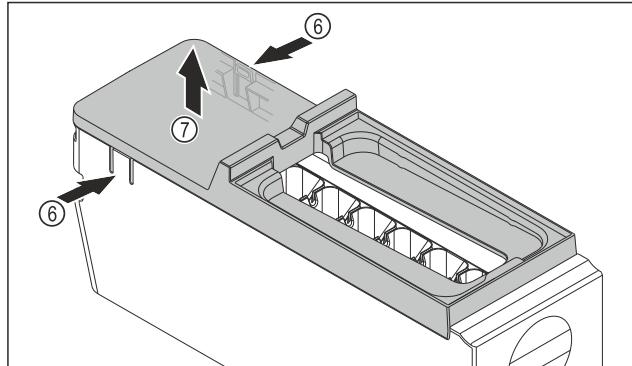

Fig. 131
- Зняти кришку з корпусу EasyTwist-Ice: натиснути однією рукою на накладки Fig. 131 (6) з обох боків корпусу EasyTwist-Ice.
- Зняти кришку Fig. 131 (7), потягнувши її вгору іншою рукою.